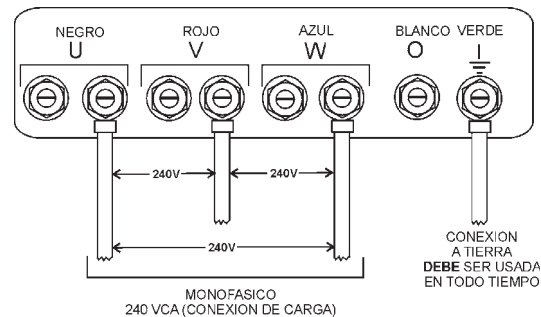

Figura 23. Contactos de las terminales UVWO conexiones 1Ø-240V
2. Conecte los cables de carga a las terminales UVWO como se muestra en la Figura 23.